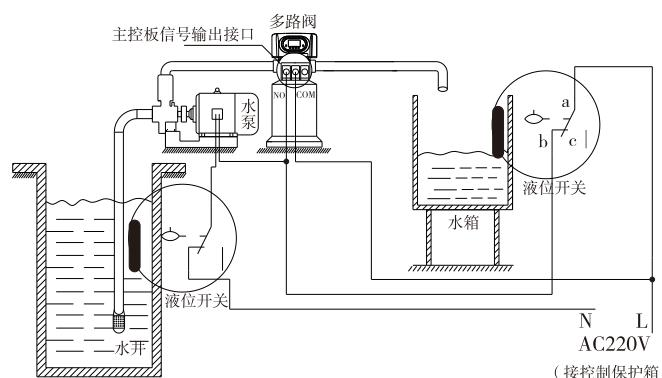

图3-5 通过水箱液位控制220V进水泵的接线图
**应用说明：**对采用地下水或中间水箱供水的系统，可通过储水箱的液位开关与控制阀一起来控制水泵的开启与关闭。其接线如图3-5所示：